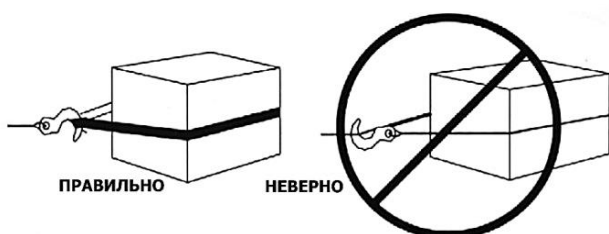

Рис. 9
**Внимание:** Используйте коррозийную стропу к точке крепления. Не прикрепляйте крюк обратно к тросу. Это может стать причиной разрыва троса (рисунок 9).